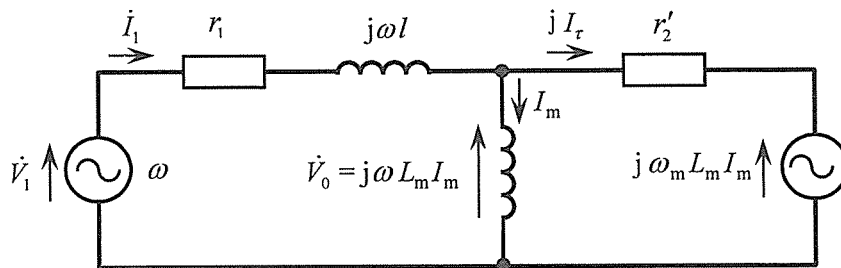

図 1 誘導機の等価回路(定常状態、一相分、一次換算)
図 1 は、三相誘導機の等価回路(定常状態、一相分、一次換算)で、漏れインダクタンスが一次側に集中するよう換算係数を調整し、すべりの代わりに回転子の回転角速度  $\omega_m$  [rad/s] (電気角換算) を用いたものである。図で、 $r_1$  [ $\Omega$ ] は一次抵抗、 $r_2'$  [ $\Omega$ ] は二次抵抗(一次換算)、 $l$  [H] は漏れインダクタンス、 $L_m$  [H] は励磁インダクタンスであり、簡略化のため鉄損を表す励磁コンダクタンスは無視した。また、電源の角周波数を  $\omega$  [rad/s] とし、励磁電流  $I_m$  [A] を位相の基準として、一次電源電圧  $\dot{V}_1$  [V]、誘起電圧  $\dot{V}_0$  [V]、一次電流  $\dot{I}_1$  [A] などのフェーザを表している。
2) 電流  $\dot{I}_m$  を位相の基準としているので、 $\dot{I}_m = I_m$  となり、二次回路の逆起電力は  $j\omega_m L_m I_m$ 、二次電流は  $jI_\tau$  と表すことができ、図1より、式①～式④の基本式が成り立つ。